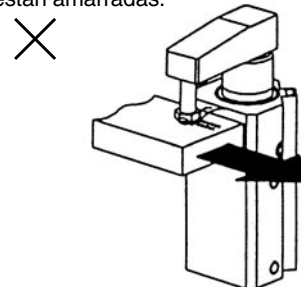

Fig. 7
- 5) No ponga en funcionamiento el cilindro si la pieza de trabajo se puede mover por la acción de una fuerza externa mientras está fijada (Fig. 7).